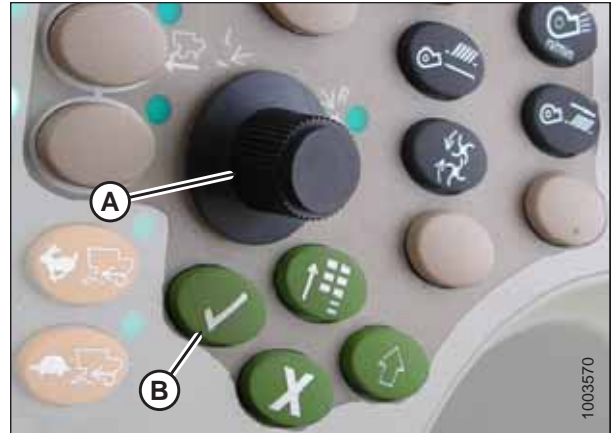

Рисунок 3.428: Консоль управления комбайна John Deere
8. Выберите HEADER (ЖАТКА) в поле (A), выполнив прокрутку вниз с помощью ручки прокрутки, и нажмите кнопку с галочкой (ручка и кнопка показаны на рис. 3.428, страница 271).
9. С помощью прокрутки перейдите к нижнему правому значку в виде стрелки в ромбе и нажмите кнопку с галочкой (B), чтобы выбрать его.